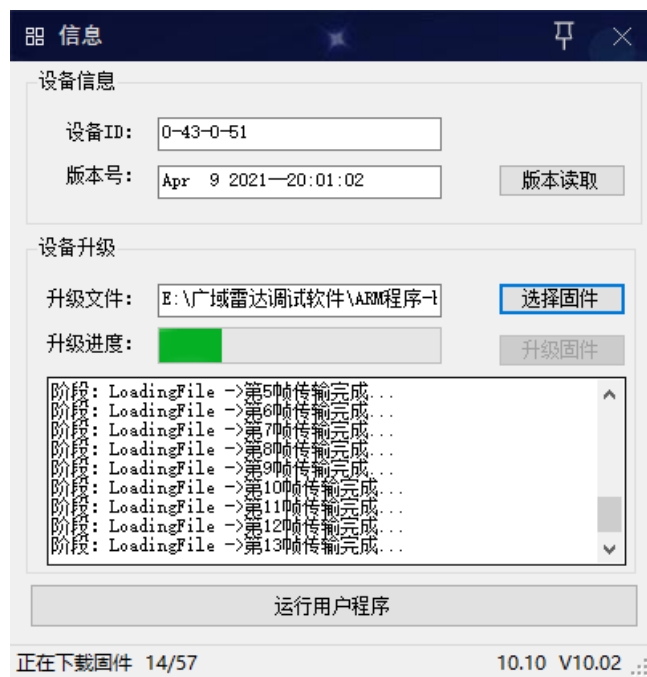

图 4-33 雷达升级中
- ① 连接雷达；
- ② 点击“选择固件”，选择雷达程序（也可回退至旧版本）；
- ③ 点击“升级固件”，等待升级流程结束，如图 4-33。